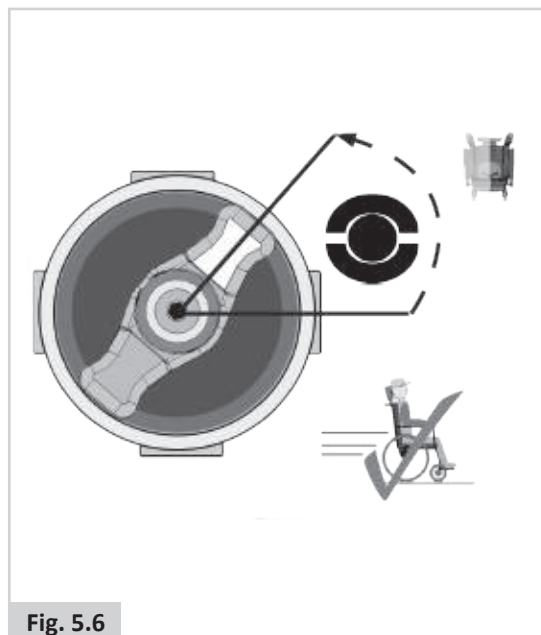

Fig. 5.6
1. Om met de rolstoel te rijden. (Fig. 5.6).